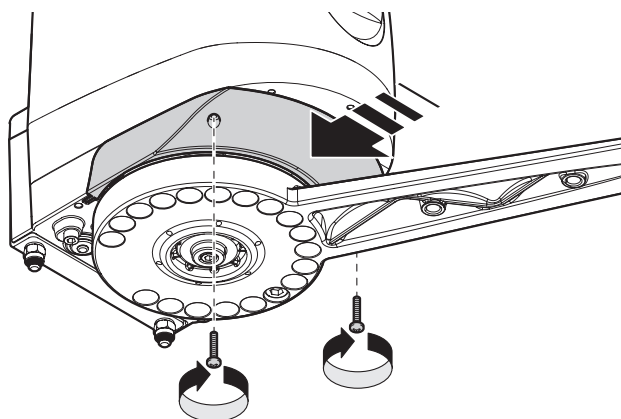

Fig.19
08. Z powrotem zamontować pokrywę i przykręcić dwie śruby **rys. 19**;